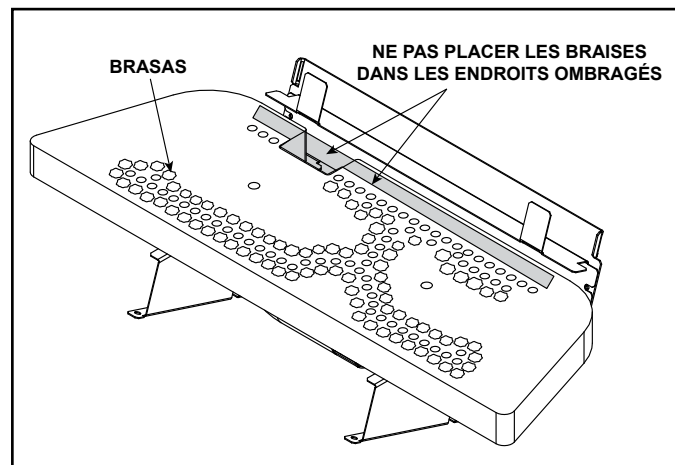

Figure 14.2 Disposition des braises
- Les braises ne peuvent être placées que dans les zones illustrées sur la figure 14.2.